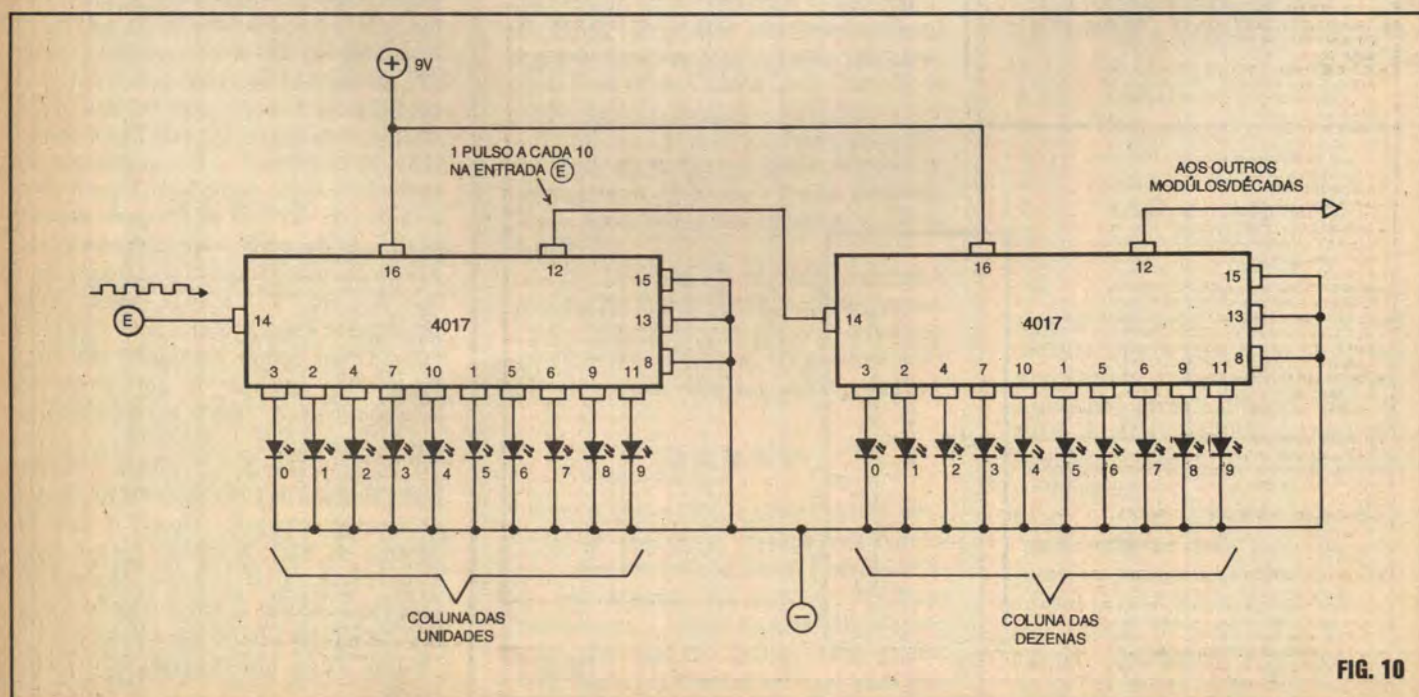

FIG. 10
**- FIG. 10 - CONTADOR/DECODIFICADOR/INDICADOR COM CAPACIDADE DE DISPLAY ATÉ "99"...**